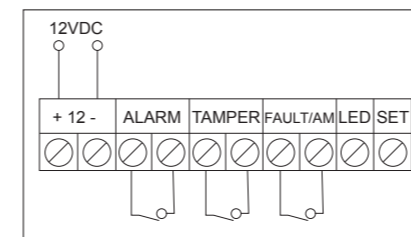

Figure 6.
- 1. Two minutes after applying power (warm-up period), walk test the Detector over the entire protected area to verify proper operation of the unit (see Figure 6).
- 2. Pour définir le bon réglage vertical, positionnez l'appareil en LENTILLE GRAND ANGLE. Servez-vous de l'échelle figurant sur le côté inférieur gauche de la carte PCB (cf. Figure 6) comme suit :